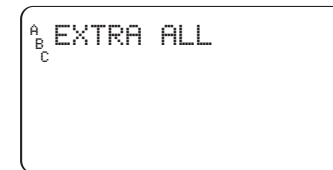

Abbildung 17: Anzeige mit manueller Bewässerung bei allen Programmen und allen aktivierten Stationen
3. Taste **NEXT** (Weiter) drücken, bis „**A B C Extra All**“ angezeigt wird [Siehe Abbildung 17].